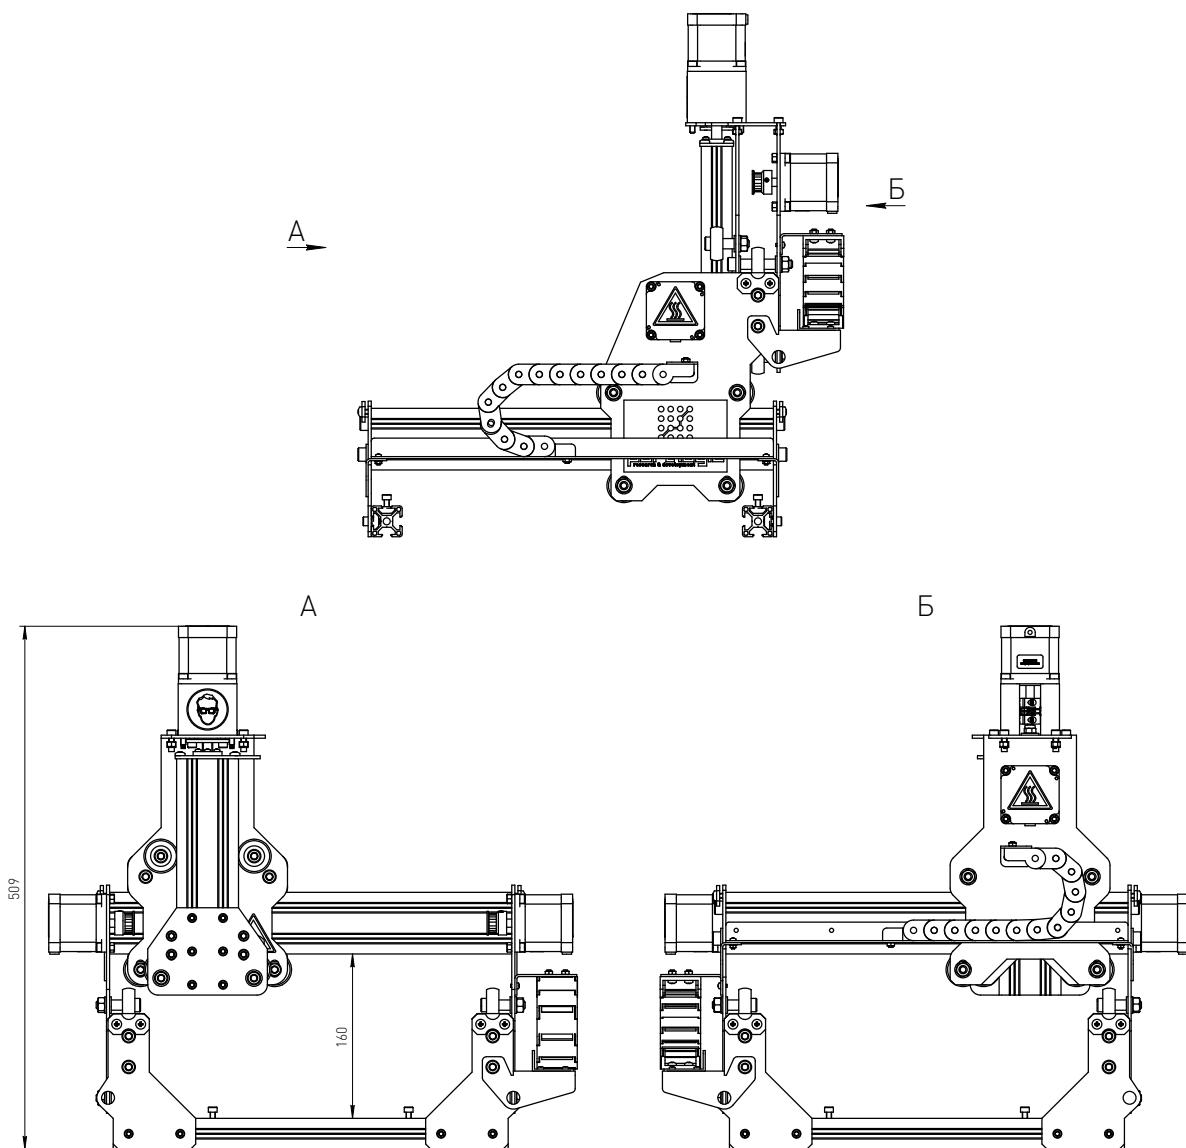

Рисунок 3 – Общий вид станка RК.
20. Установить привод оси Z на плиты каретки (4), (5) и затянуть винтами M5x12.
21. На плиту каретки (5) установить четыре ролика BSR33-d8W12. Ролик крепится посредством винта M8x35, втулки (3), гайки M8, двух шайб диаметром 8 мм. Одна шайба ставится между опорой и втулкой, вторая под гайку.
22. Плиту шпинделя (9) (лицевая) и плиту шпинделя (10) закрепить винтами M5x12 и гайками 30ТМ5 на профиле (230x60x30).
25. Проложить ремни вокруг шкива и роликов на каждой оси и закрепить их по краям, (обеспечивая натяжение) прижимами (11). Прижимы фиксируются самонарезающими винтами 4.8x19.
29. Винтами M5x12 и гайками 30ТМ5 закрепить стол на станке. Стол изготавливается самостоятельно. Рекомендуемые размеры см. рис. 3.
30. Кронштейны (12) закрепить винтами M3x6 к опоре портала (2) и плите каретки (4).
31. Кронштейны (13) и (14) закрепить нижними винтами M8x35 на опоры станины (2).
32. Уголки 40x20x2 с помощью винтов M3x8, гаек M3 и шайб диаметром 3 мм закрепить на кронштейны (13) и (14).
34. Держатели кабель-каналов с помощью винтов M4x10 и гаек M4 закрепить на кронштейна (12) и уголках 40x20x2.